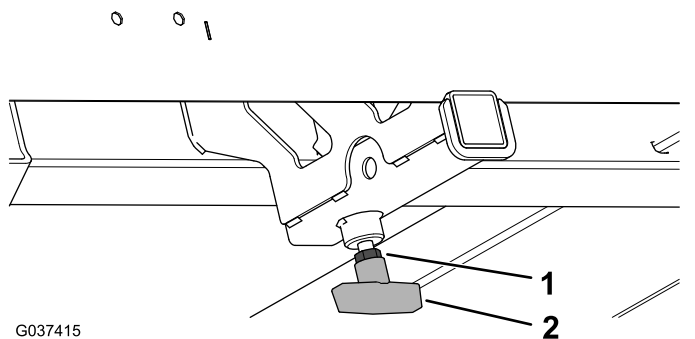

图 10
8. 拧紧锁紧螺母 3/8 英寸使其完全贴紧 T 形手柄 图 10。